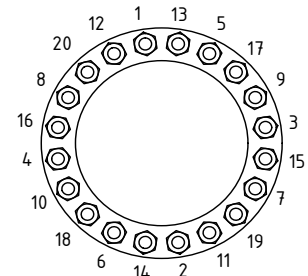

Abbildung 7
20. Gehäuse (Pos. 1) und Gehäusedeckel (Pos. 2) zusammenfügen (Beschriftung auf den Hälften zeigt in dieselbe Richtung). Die Muttern (Pos. 11) in der in Abbildung 7 dargestellten Reihenfolge anziehen.